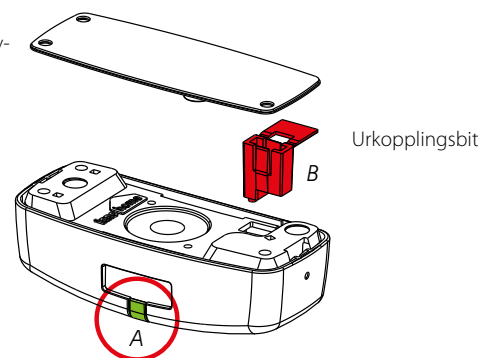

Bild 2
1. Tillåt den intelligenta värmesensorn att först anpassa sig till rumstemperatur. Dra bort skyddsbladet från värmesensorns monteringsplatta och fäst värmesensorn på undersidan av fläkten. Se till att LED-lampan på sidan av värmesensorn pekar mot dig (se bild 2, A). Ta bort värmesensorn från plattan (värmesensorn kommer att avge ett pip). Tryck monteringsplattan hårt mot ytan för att vara säker på att den sitter fast ordentligt.
2. Ta bort batteriets röda urkopplingsbit från värmesensorn (se bild 2, B) och spara den för eventuell användning senare. Sätt tillbaka värmesensorn på monteringsplattan och säkerställ att den hamnar rätt och sitter säkert fast på plattan så att det inte finns några glipor.
2. Sätt den röda urkopplingsbiten i hålet på värmesensorns undersida (se bild 2, B). Håll värmesensorn i din hand och tryck urkopplingsbiten och dosan mot varandra, håll nere i ungefär 5 sekunder.